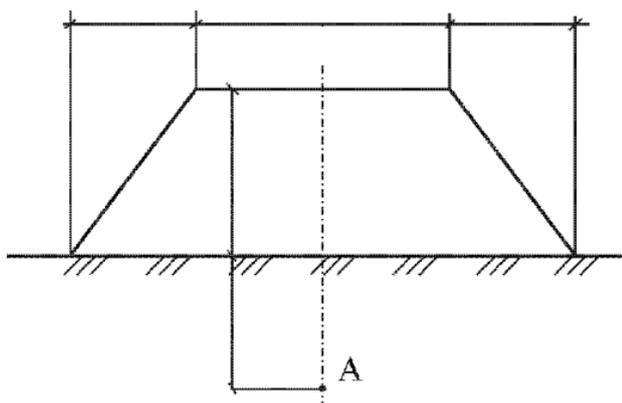

Рис.4
6. Найти высоту грунтовой насыпи  $H_n$ , имеющей размеры  $B$  и  $a$ , плотность  $\rho_n$ , если известно нормальное сжимающее напряжение  $\sigma_{zn}$  от веса насыпи в точке A на глубине  $z$  под центром насыпи (рис.4).